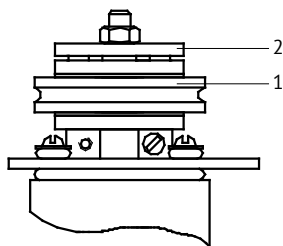

Рис.8.
6.3 Проверьте работу фрикционной муфты. Шкив 1 (рис. 8) должен с небольшим усилием вращаться относительно верхней части ведущего узла 2.